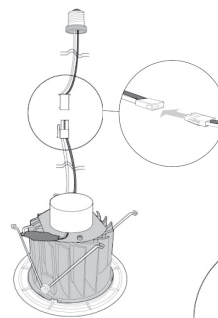

Figura 2 - Enchufe el conector de tipo Edison
4. Enchufe el conector de tipo Edison en el módulo IR6-600WH (como se ilustra en la Figura 2).